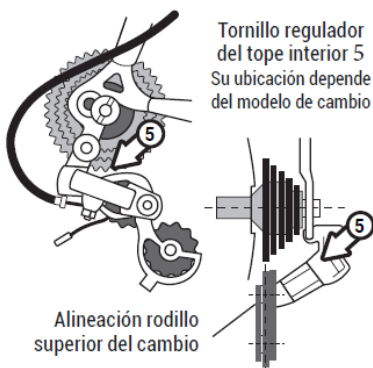

Figura 5
- Situar el rodillo superior del cambio en la misma línea que el piñón más grande, utilizando para ello el tornillo de regulación 5 de la figura 5.